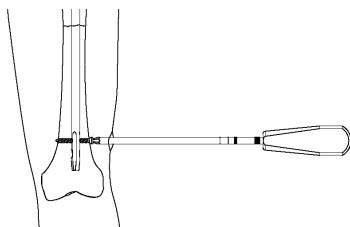

図8
- 8) 選択した長さのディスタルスクリーを挿入します。（図8）